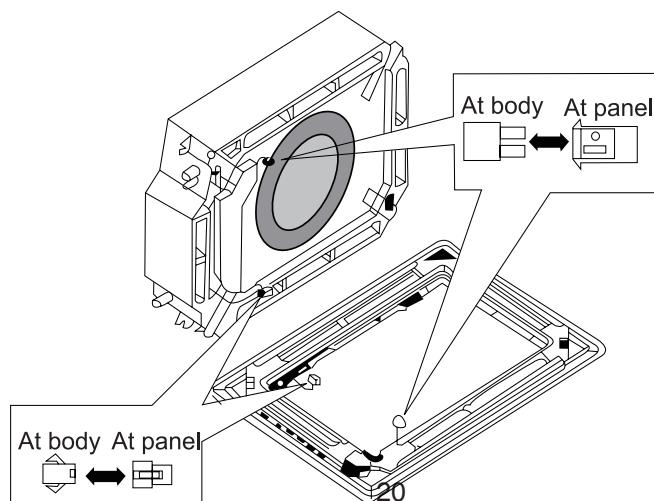

**Fig.24**
1. Coloque dos bulones (accesorio) sobre la unidad principal (la esquina del costado del tubo refrigerante y la esquina opuesta), como se detalla en Fig.24. Observe que deben dejarse 15-20mm del bulón desatornillados para poder colgar fácilmente el panel.